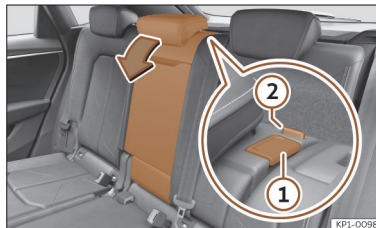

Fig. 193 Encosto do banco traseiro: abertura da portinhola para cargas compridas.
- Pressione o botão de desbloqueio >>> **Fig. 193** ① e rebata a portinhola para a frente >>> ⚠️. A portinhola está desbloqueada quando se vê uma marca vermelha no botão ②.